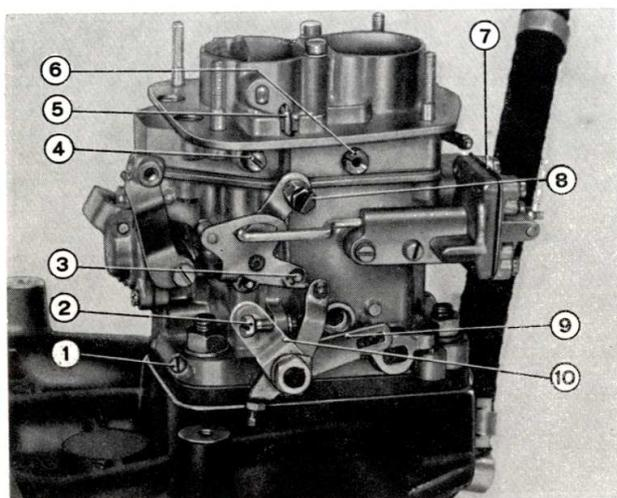

Fig. 6 - Carburateur Solex 34 CIC-1
Pour le réglage du ralenti d'un moteur équipé de carburateur Solex, on agit sur la vis de réglage de l'essence (1) de la fig. 6.
trop élevé, le ramener au nombre de tours voulu (800 à 850 tr/mn.) en agissant sur la vis (2) de la fig. 6.
**NOTA:** pour le réglage de la teneur en CO (4,5% maximum), agir sur la vis (1) de la fig. 6.